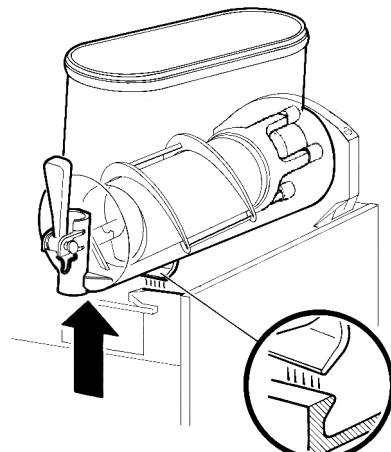

Bild 4
- 2 Den Behälter abmontieren. Dazu den unteren Teil (auf der Seite des Hahns) leicht nach oben drücken, um die unteren Befestigungshaken zu lösen (Bild 4) und den Behälter